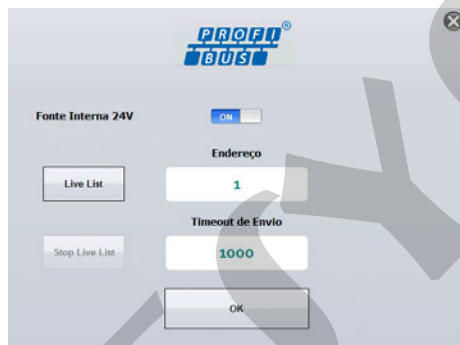

Fig. 59 - Tela de Configuração Profibus®
- ⚠ ATENÇÃO:** Por padrão, a fonte interna de 24Vdc é habilitada para uso. Caso seja necessário utilizar uma fonte externa, desabilite a função pressionando a chave de seleção, como indicado na **Fig. 59**.